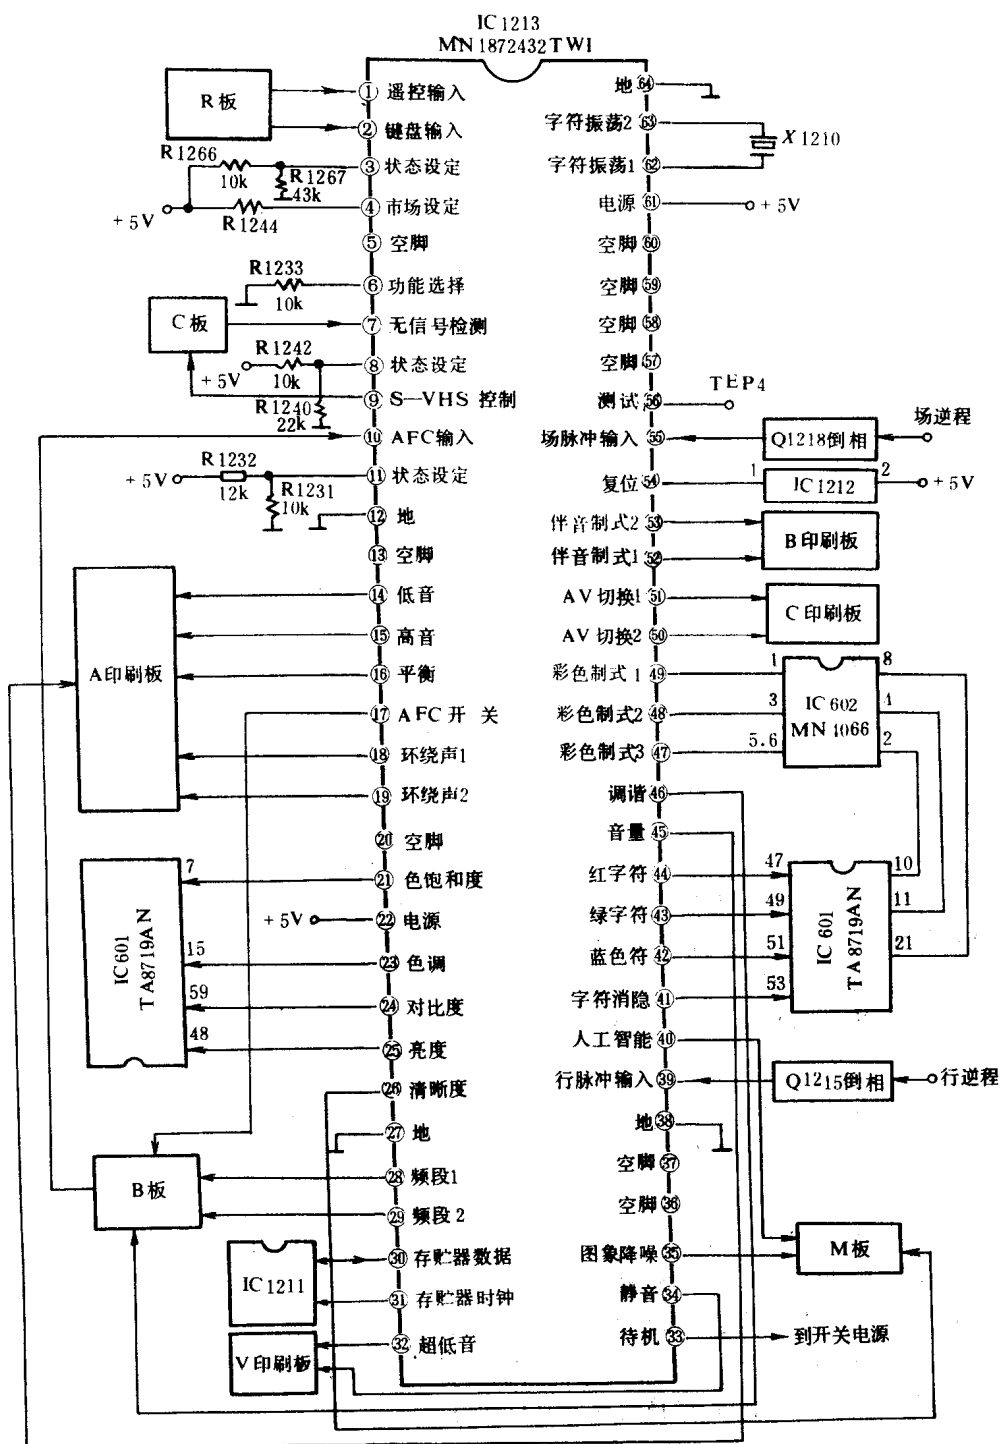

图 1-4 微处理器 MN1872432TWI 控制电路
微处理器 IC1213(MN1872432TWI)的简化电路如图 1-4 所示。MN1872432TWI 为最新研制的彩色电视机专用微处理器,它采用电压合成调谐选台方式,使预置选台数达 30 个;其内部含有屏幕显示字符发生器及控制电路,且面板键控信号仅由一个②脚输入,这样节省了微处理器的许多引脚。MN1872432TWI 具有丰富的控制功能:彩色制式控制、TV/AV 切换控制、伴音制式切换控制、调谐与频段切换控制、AFC 控制、图象质量模拟量控制、伴音质量模拟量控制、环绕声控制、待机与定时关机控制等。MN1872432TWI 共有 64 个引脚,各引脚的功能说明如下:
①脚:红外遥控信号输入脚。无信号输入时为 0V,有信号输入时可观察到与 V_{pp} 二进制串行脉冲。
②脚:键盘控制信号输入脚。该脚直流电平的高电平代表着不同的键功能。
③脚:状态设定脚。依靠外接 R1266、R1267 分压电阻来对 IC1213 内部工作状态进行设定。
④脚:市场(MARKET)设定脚。由 R1244 接 5V 电源,使 IC1213 内部设定在 PAL、SECAM、NTSC4.43、NTSC3.58 四种制式状态。
⑤脚:多伴音方式选择电压输入脚。本机未采用。
⑥脚:选择功能设定脚。本机此脚经 R1233 接地为 0V,使 IC1213 内部设定为关机前电源,降噪接通后可使静噪消除,屏幕出现背景色状态。
⑦脚:无信号检测电平输入脚。有电视信号输入时,该脚为 0V 低电平;无信号输入时,该脚为高电平。该信号用于 IC1213 自动调谐,产生蓝背景及无信号时的 5 分钟自动待机功能。